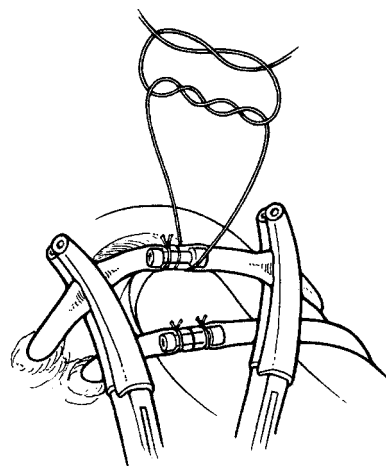

Figure 4-23. Suturez le connecteur
5. Faites un nœud de chirurgien double suivi d'un minimum de deux nœuds simples pour attacher la tubulure au connecteur (**figure 4-23**).